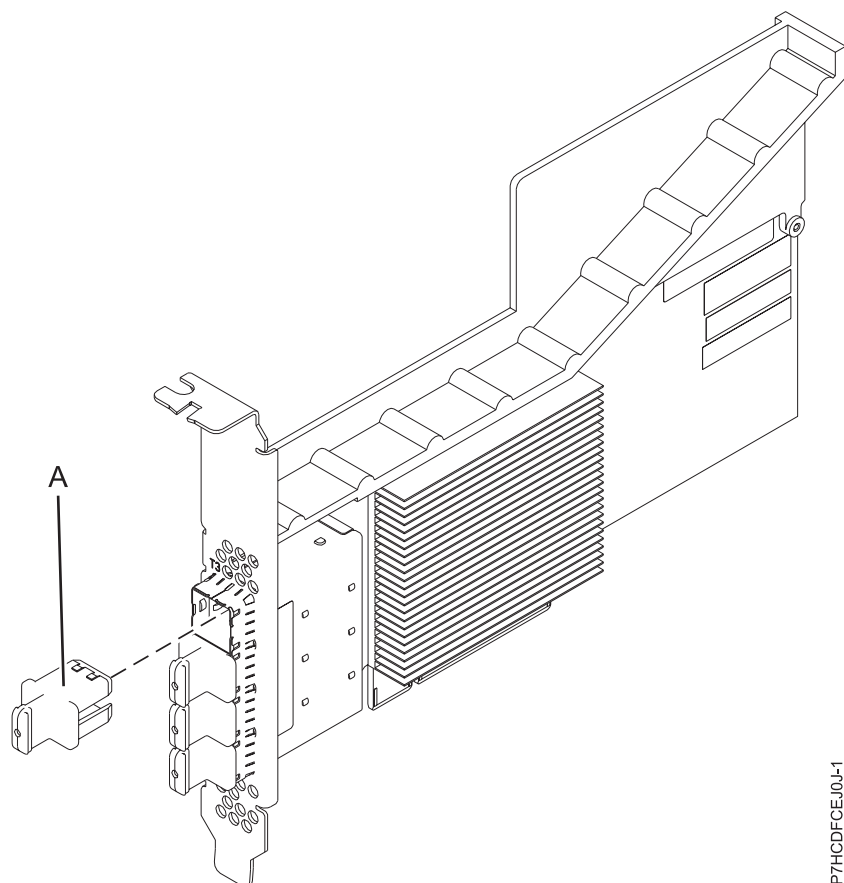

Figure 15. Carte SAS PCIe3 RAID
La carte PCIe3 SAS RAID quatre ports 6 Gb est une carte PCI Express (PCIe), SAS RAID, de troisième génération, courte et à faible encombrement mais destinée à une installation pleine hauteur. La carte est destinée à des applications SAS (Serial Attached SCSI) hautes performances et haute densité. Elle prend en charge le raccordement de disque SAS et de bande magnétique SAS à l'aide de quatre connecteurs mini-SAS haute densité (HD) x4 qui permettent d'utiliser les liaisons physiques dans différentes configurations étroites et larges de ports. Le raccordement de bande magnétique n'est pris en charge qu'avec une configuration de carte unique et ne peut pas être combiné avec un disque SAS sur la même carte. L'adaptateur ne dispose pas d'un cache en écriture. La figure 15, à la page 39 illustre la carte PCIe3 SAS RAID quatre ports 6 Gb.
La figure 15 représente la carte. Le capuchon du connecteur **(A)** est installé dans un port vide et empêche que ce port ne soit endommagé lorsqu'un câble d'un connecteur de port adjacent est branché ou retiré.